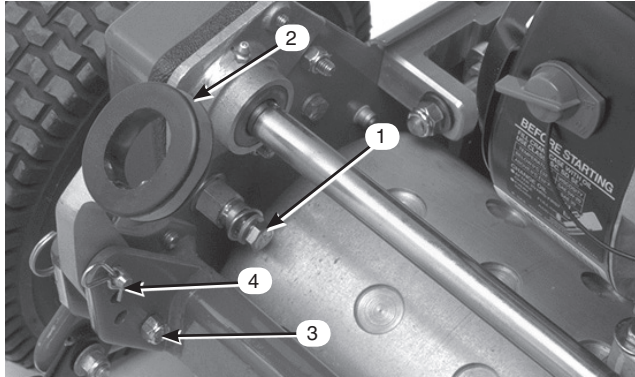

図1
1. 機体両側の取り付けピンから、キャップスクリュー、ワッシャ、ロックワッシャを取り外す (図1)。
2. ハンドル・アームの下部を機体両側に固定しているキャップスクリューとロックナットを取り外す (図1)。
3. ハンドル・アームをフレームに固定しているヘアピン・コッターとリング・ピンを取り外す (図1)。
4. ハンドルの各端をハンドルアームの穴に差し込み、取り付けピンとハンドルの穴を整列させる (図1)。
1. 機体左右のリング・ピンからヘアピン・コッターを抜き取る (図1)。
2. ハンドルを支えながら、左右のリング・ピンを抜き、ハンドルを希望の高さにセットする。 (図1)